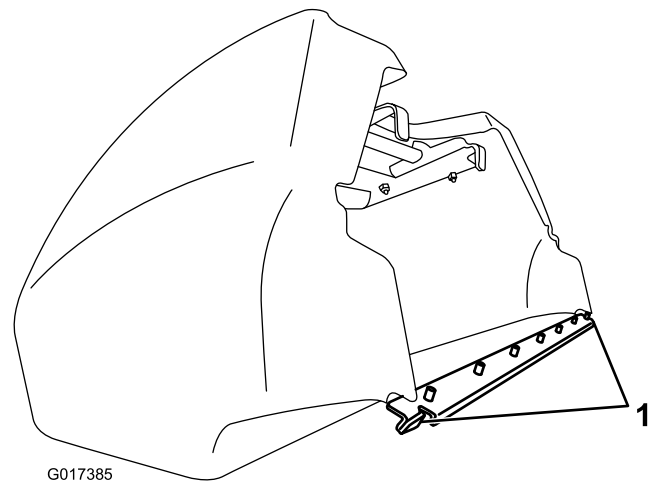

図 10
**重要** もしバスケットを落としてしまった場合には、バスケットの下側リップにあるピッチアームの接点（図 10）が破損していないか点検してください。曲がっている場合には真っ直ぐに直してから使用してください。ピッチアームが曲がったままの状態でバスケットを使用するとリールを破損させる恐れがあります。